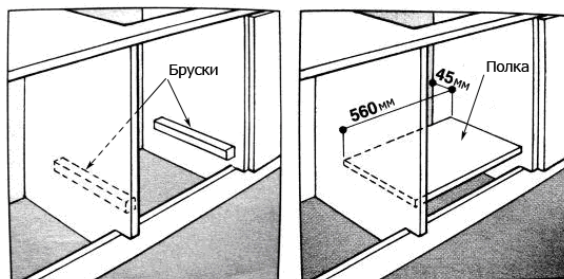
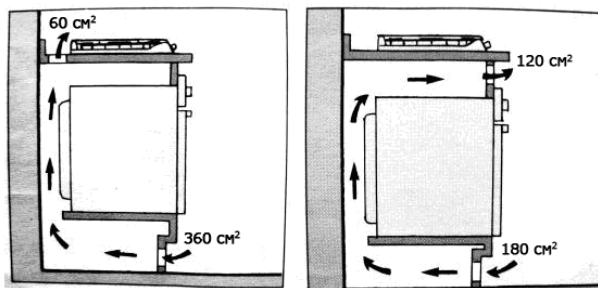

Рис. 8. Варианты подставки под духовку
Рис. 9. Устройство вентиляции шкафа
8. **ВАЖНО:** при установке варочной панели над встроенной духовкой духовка должна быть установлена на подставку – например, на бруски или на полку. При этом в задней части подставки требуется оставить свободное пространство размерами не менее 45×560 мм (рис. 8) для обеспечения достаточной вентиляции внутреннего пространства шкафа. С этой же целью необходимо предусмотреть отверстия для входа и выхода воздуха (рис. 9).